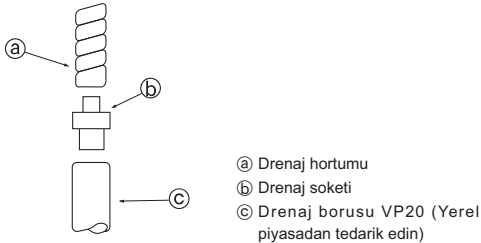
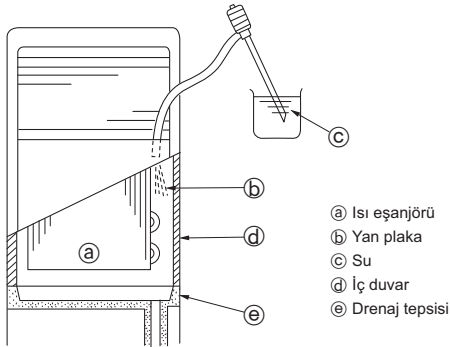

Fig. 5-1
Fig. 5-2
5.1. Drenaj Borusu İşleri (Fig. 5-1)
- VP20'ye bağlantı yaparken, aksesuar olarak verilen drenaj soketini ⑤ kullanın. Sızıntıyı engellemek için soketi, vinil klorit tipinde yapıştırıcıyla sıkıca boruya yapıştırın.
5.2. Drenaj kontrolü (Fig. 5-2)